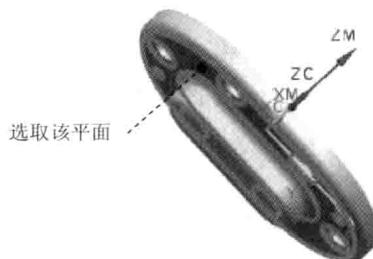

图 1.12 指定底面
Step3. 指定底面。单击“钻孔”对话框**指定底面**右侧的**选择**按钮，系统弹出“底面”对话框；在“底面”对话框的**底面选项**下拉列表中选择**面**选项，选取图1.12所示的面；单击“底面”对话框中的**确定**按钮，返回“钻孔”对话框。